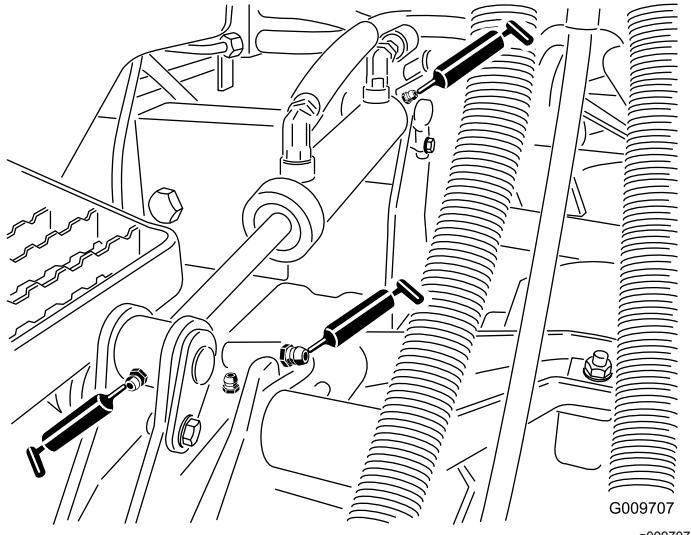

図 53
- 図53に示す、昇降アームのブッシュカッティングユニット1台に1ヶ所
- 図53に示す、昇降シリンダのブッシュカッティングユニット1台に2ヶ所